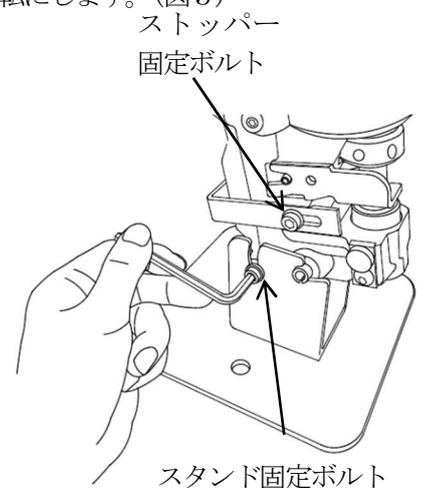
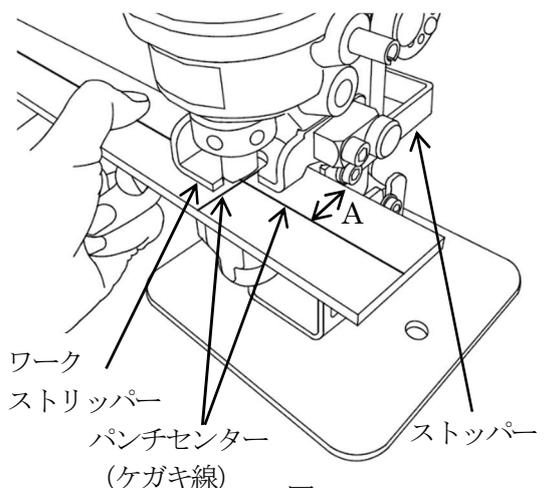

図6
図10
変更はスタンド固定ボルトをゆるめて行います。（図6）
8. 材料の穴あけ位置（前後方向A寸法）にパンチ先端が合う様ストッパーを、固定ボルト（両サイド）をゆるめて調整します。（図6、図10）
これで材料の穴あけ位置とパンチの先端が合っていることとなります。（図10）